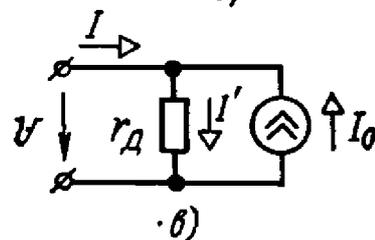

Рис. 2.9
2.9. На рис. 2.9, а приведена эквивалентная схема нелинейного элемента, соответствующая определенному линейному участку его а. в. х.
Э. д. с. фиктивного источника схемы противоположна по направлению току, поэтому прямая должна пройти через точку n на оси абсцисс, для которой $U_0 = E = 20 \text{ В}$ (рис. 2.9, б).
Этому же графику соответствует и схема замещения рис. 2.9, в, составленная на основании уравнения $I = -I_0 + \frac{U}{r_d}$, где $r_d = \frac{U}{I + I_0}$.